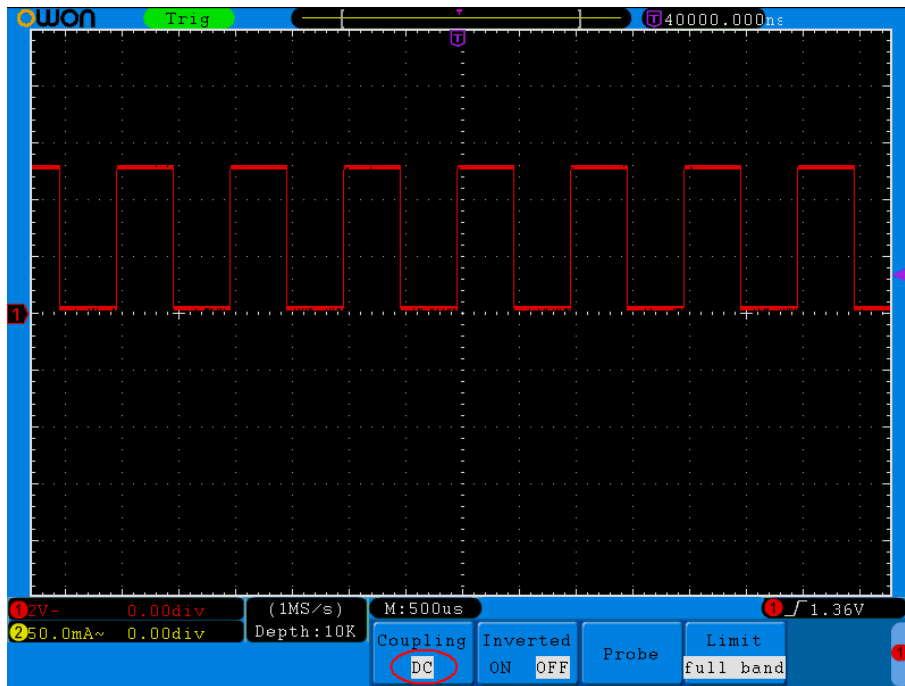

Рисунок 5-2. Осциллограмма при связи DC
- (1) Нажмите CH1 MENU для открытия CH1 SETUP.
- (2) Нажмите H1: на экране появится меню Coupling.
- (3) Кнопкой F1 выберите DC. Проходят постоянная и переменная составляющие сигнала (рисунок 5-2).